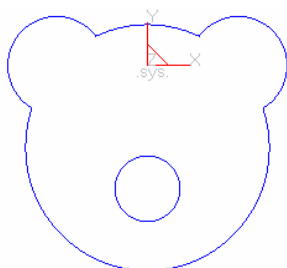

图 8-6 修剪图元
2) 选择下拉菜单“造型”→“曲线编辑”→“曲线裁剪”命令,或者单击“线面编辑”工具栏上的“曲线裁剪”按钮,在立即菜单中选择快速裁剪和正常裁剪,拾取被裁剪线(选取被裁掉的段),快速裁剪完成,如图 8-6 所示。